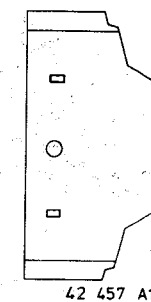

Fig. 6
4. Entfernen der "Headphones" Platte (siehe Bild 6)
4. Entfernen der "Headphones and Mainsfilter" Platte (siehe Bild 6)